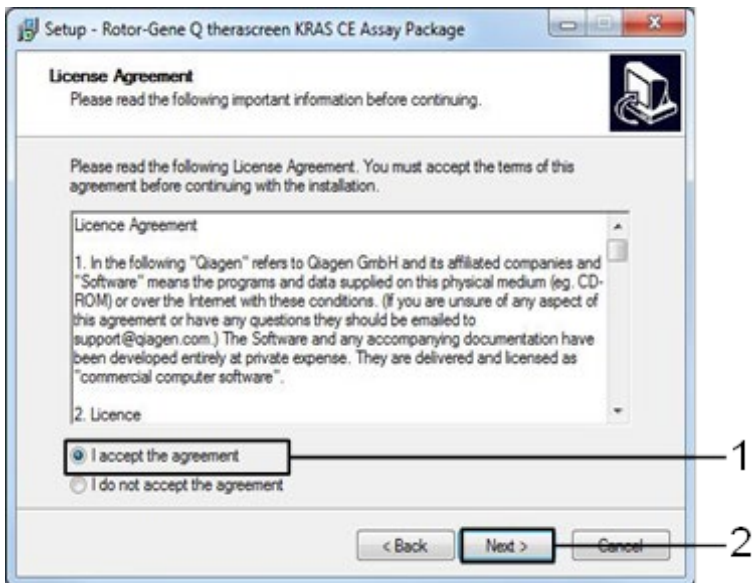

Abbildung 40. Das Dialogfeld „License Agreement“ (Lizenzvereinbarung). 1 = „I accept the agreement“ (Ich stimme der Vereinbarung zu), 2 = „Next“ (Weiter).
5. Lesen Sie im Dialogfeld „License Agreement“ (Lizenzvereinbarung) die Lizenzvereinbarung und aktivieren Sie das Kästchen I accept the agreement (Ich stimme der Vereinbarung zu). Klicken Sie auf Next (Weiter), um fortzufahren (Abbildung 40).